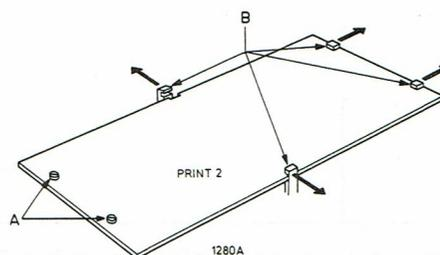

Fig. 4
**Remplacement de potentiomètres** (fig. 4)